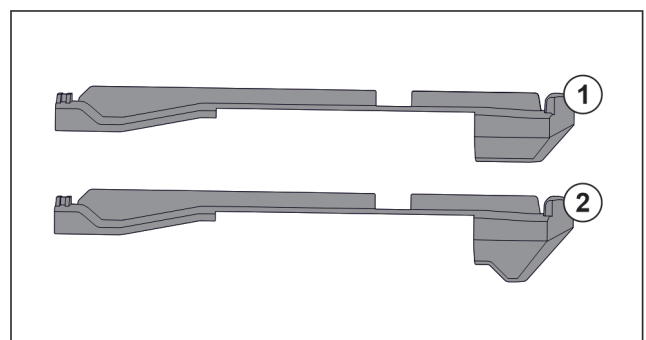

Fig. 62 Jämförelse mellan tillsatser
Det finns två olika tillsatser i skåpet. Tillsatsen över den nedersta utdragslådan Fig. 62 (2) har en trehörnig kant. Alla övriga tillsatser Fig. 62 (1) har en rak kant.
- Sätt fast tillsats Fig. 62 (2) med den trehörniga kanten över den nedersta utdragslådan.
- Sätt fast tillsats Fig. 62 (1) med den raka kanten på alla övriga platser.